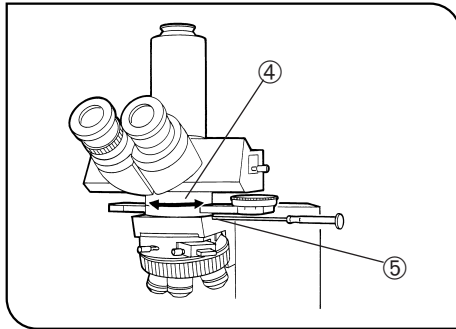

Abb. 20
4. Die Feststellschraube des Zwischenadapters ⑤ etwas lösen (Abb. 20).
5. Unter Beobachtung des Sehfelds den Zwischenadapter für orthoskopische Mikroskopie (U-OPA) ④ drehen, bis vollständige Auslöschung erreicht ist. An diesem Punkt die Feststellschraube des Zwischenadapters ⑤ anziehen. (Abb. 20)